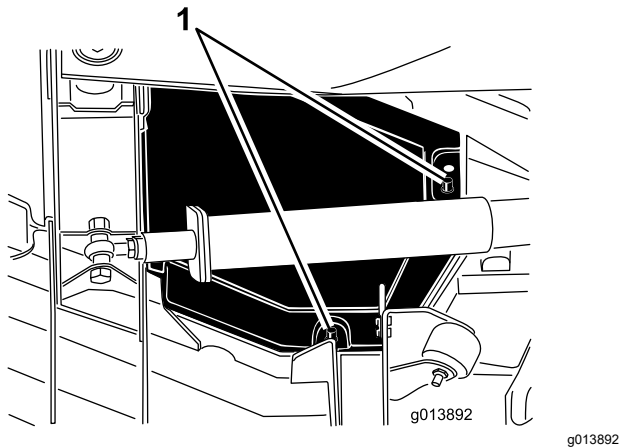

Рисунок 77
4. Снимите задний и внутренний края крышки с монтажных штырей (Рисунок 77).